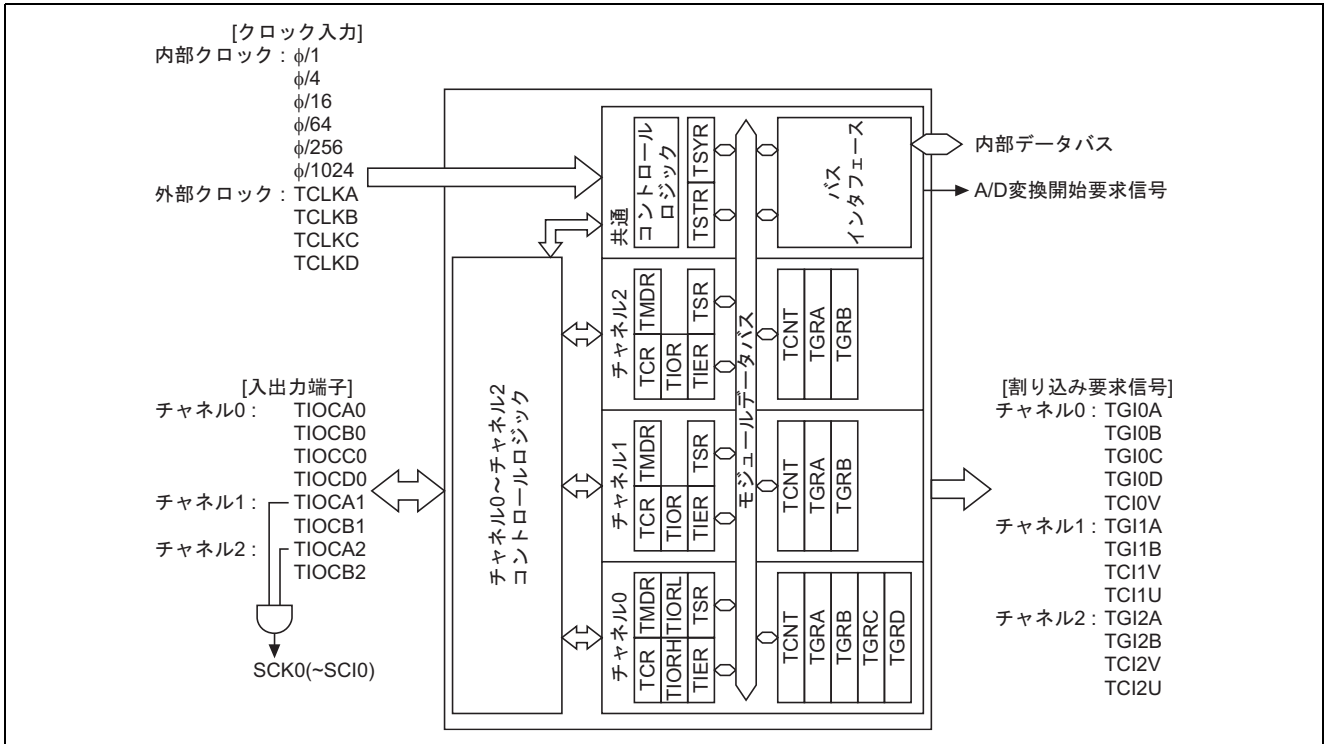

図2 TPUのブロック図
(1) 16 ビットタイマパルスユニット (TPU) のブロック図を図 2 に示し、以下に TPU のブロック図について説明します。